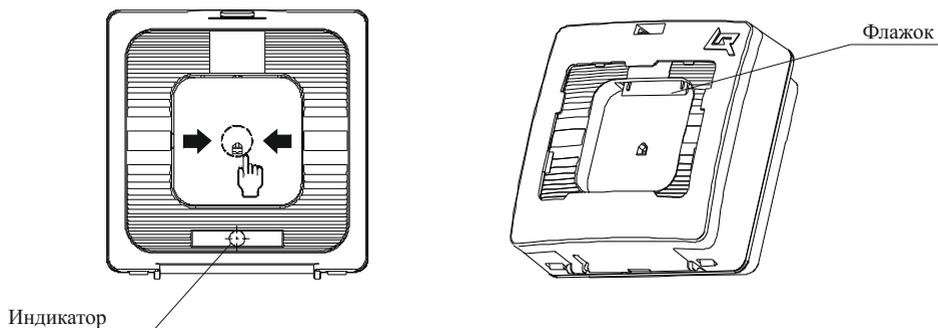

Рисунок 1
б) нажатие на приводной элемент (кнопку) (рисунок 1, раздел 4).
4.1 УДП представляет собой адресное устройство, формирующее сообщение о событии при нажатии на кнопку. Выпадающий цветной флажок является визуальным подтверждением нажатого положения кнопки УДП (рисунок 1).
7.2 Для контроля связи УДП с прибором необходимо нажать с помощью штыря диаметром 0,8 мм (например, с помощью разогнутой канцелярской скрепки) на кнопку ТЕСТ (рисунок 1) и контролировать: